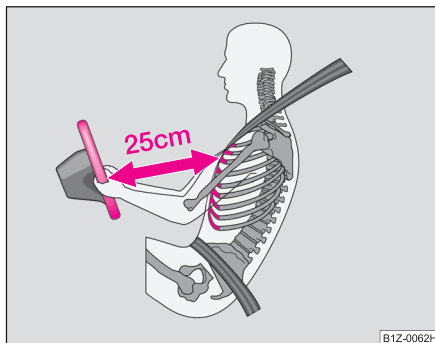

Fig. 88 Distanța sigură
- Între conducător și volan trebuie să existe o distanță de cel puțin 25 cm ⇒ fig. 88. Dacă nu se respectă această distanță, sistemul airbag nu își poate exercita eficiența maximă – Pericol!